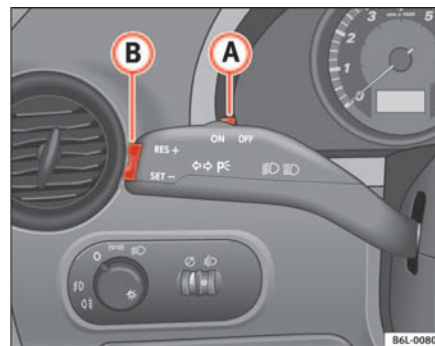

Fig. 101 Palanca de intermitentes y de luz de carretera: conmutador y tecla basculante para el regulador de velocidad
- Mueva el mando ➔ fig. 101 (A) hacia la izquierda hasta la posición **ON**.